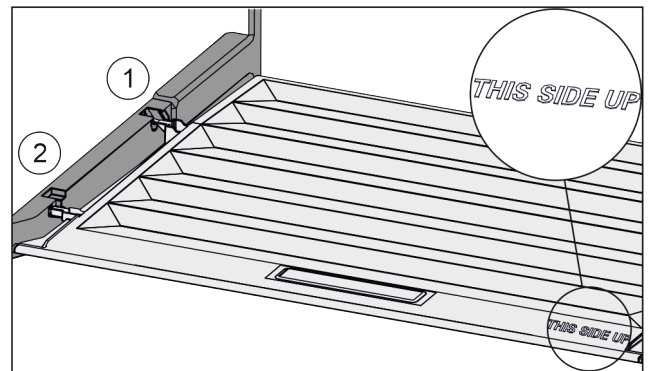

Fig. 35
- ▶ Introduzca los nervios de la tapa por la abertura en el soporte trasero Fig. 35 (1) y encájelos por delante en el soporte Fig. 35 (2).